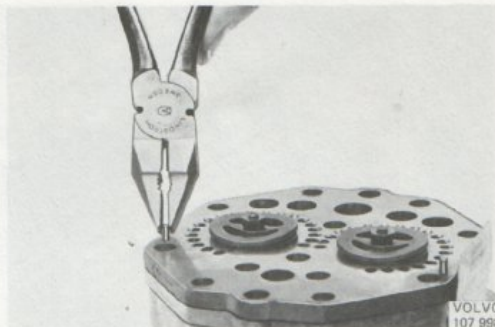

Bild 55. Demontering av styrstift
4. Ta bort styrestiften (1 bild 55) samt lyft av ventilplattan. Om plattan sitter fast lossas den med några lätta slag med en plashammare under de utskjutande hörnen av plattan.